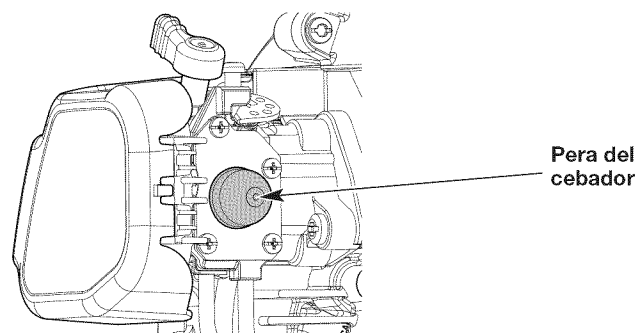

Fig. 7
3. Oprima y suelte despacio la pera del cebador **10 veces** (Fig. 7). Si no se ve combustible en la pera del cebador, oprima y suelte la pera hasta que se vea el combustible.